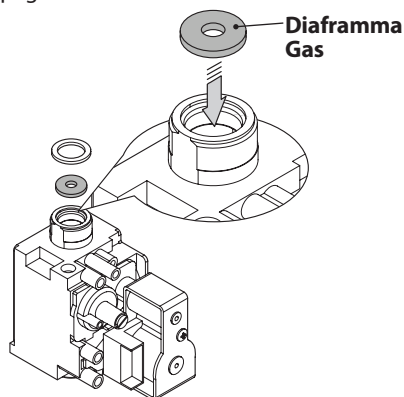

Figura 8.2
- Eseguire la trasformazione del tipo di gas sostituendo correttamente il diaframma gas (Figura 8.2), facendo riferimento alla sezione "Dati tecnici M262MK.2025 SB" a pag. 28 e sezione "Dati tecnici M262MK.2530 SB" a pag. 32.